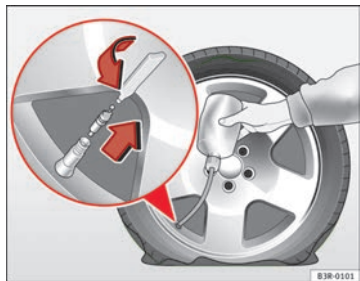

Abb. 198 Reparatur durchführen
- Die Reifenventilkappe abnehmen und den Ventileinsatz mit dem beiliegenden Werkzeug herauserschrauben ⇒ **Abb. 198**.